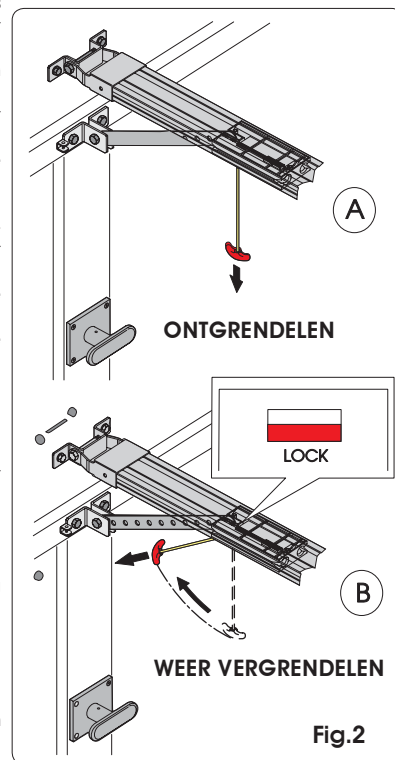

Fig. 2
- Ontgrendel de aandrijving door de ontgrendelingshendel naar beneden te trekken (Fig. 2 ref. A).
- Vergrendel het automatische systeem weer door het handvat horizontaal te trekken (Fig. 2 ref. B) en controleer, wanneer hij wordt losgelaten, of het "LOCK"-venstertje onder de geleideslede rood is, ter bevestiging dat het mechanisme weer is ingesteld.